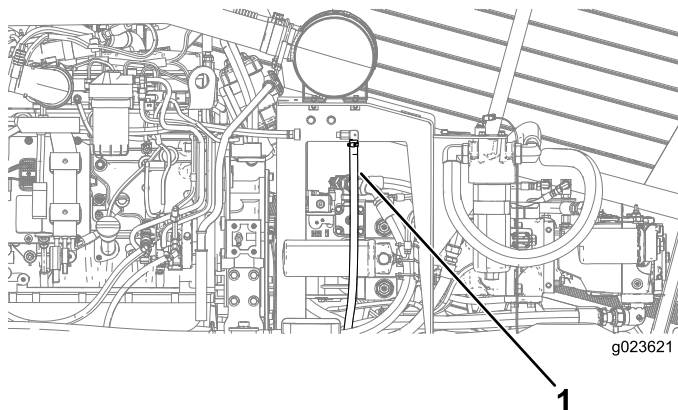

Bild 86
3. Ziehen Sie das Entlüftungsrohr des Kurbelgehäuses vorsichtig nach außen (Bild 86).
4. Reinigen Sie das Ende des Entlüftungsrohrs des Kurbelgehäuses (Bild 86).